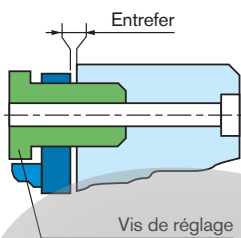

Fig. 3
- Régler l'entrefer (Fig. 3), en agissant sur les vis de réglage (voir tableau 2) afin de dépasser légèrement la valeur nominale (voir tableau 1)